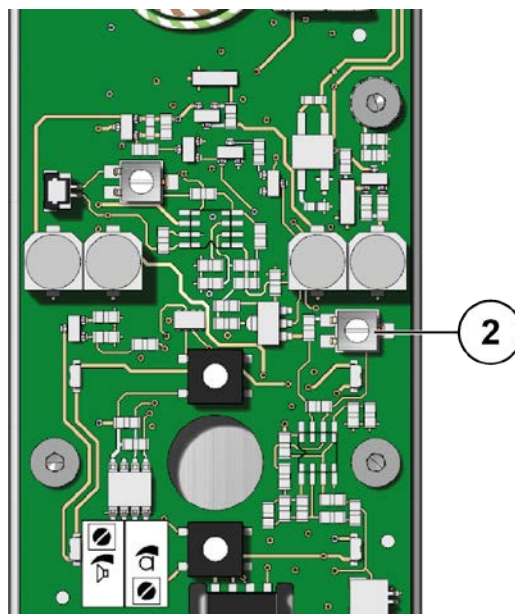

Abb. 14: Lautstärke Mikrophon einstellen
- ▶ Drehen Sie den Regler **(2)** nach rechts, um die Lautstärke an der Innenstation zu erhöhen (Abb. 14).